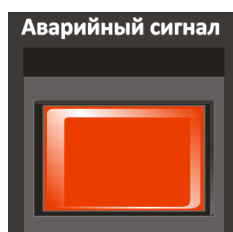

Рис. 4.45. Внешний вид кнопочного переключателя аварийного режима
- а. При нажатии переключателя аварийного режима (Рис. 4.45) на контроллере LPA-EVA-MA, система перейдет в состояние сброса аварийного режима.